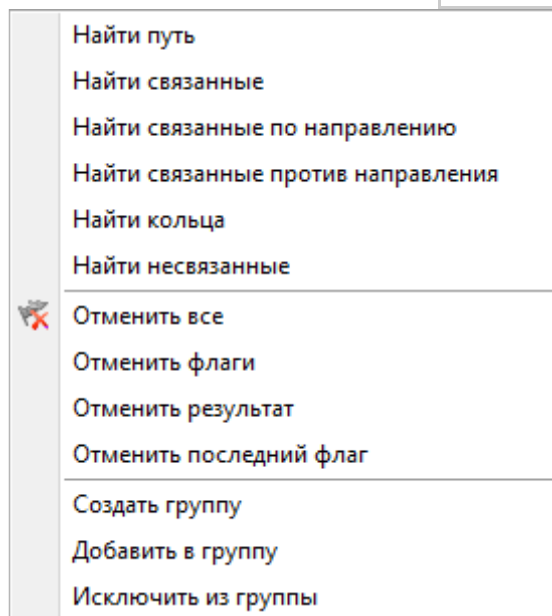

Рисунок 39. Поиск связанных объектов
4. Нажмите правую кнопку мыши и в появившемся меню (Рисунок 39, «Поиск связанных объектов») выберите пункт *Найти связанные*. Все найденные объекты сети, в соответствии с выбранным пунктом меню поиска, окрасятся в красный цвет;